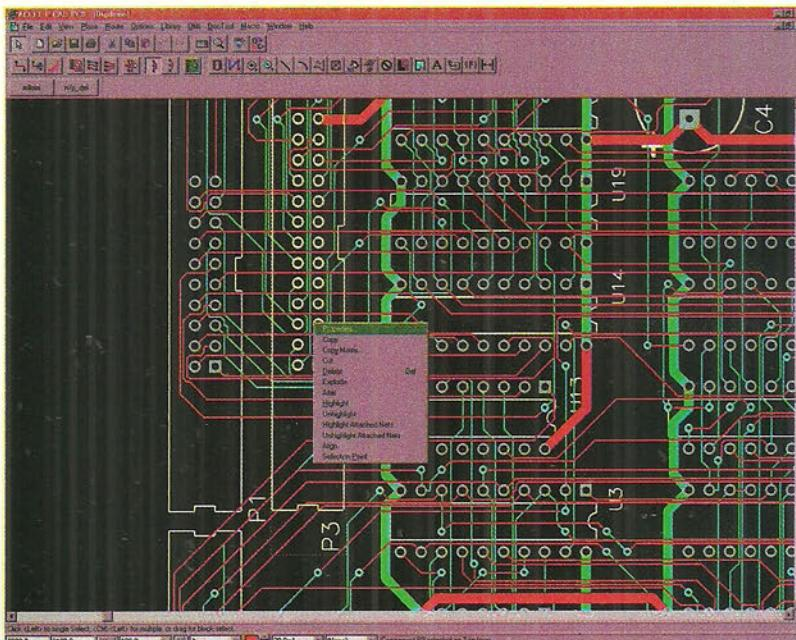

Figura 1
- meniu sensibile la context, adică, cu un simplu click dreapta al mouse-lui, se deschide un meniu aplicabil item-ului selectat (figura 1).